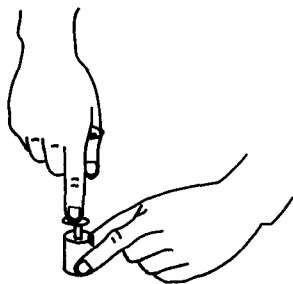

图 1-4 橡皮塞的钻孔
(2) 塞子的保护:为了使塞子紧密、耐久和增强耐腐蚀性能,可采用下面两种方法将塞子进行处理。① 将软木塞先在 3 份皮胶、5 份甘油和 100 份水的溶液中浸泡 15~20 min,溶液的温度应保持在  $50^{\circ}\text{C}$ 。取出干燥后,再用 25 份凡士林和 75 份石蜡的熔融混合物浸泡几分钟。② 将橡皮塞放在温度为  $100^{\circ}\text{C}$  的熔化石蜡中浸泡 1 min。若用来通有腐蚀性气体(如氯气)的橡皮管也应这样处理。
(3) 塞子的钻孔和装配:在装配仪器时,常需在塞子中插入温度计或其他玻璃管,这就需要在塞子上钻孔。钻孔的大小应保证使温度计或管子能够插入,并且又不会漏气。软木塞钻孔时,打孔器的外径应略小于所装管子的口径。钻孔时,打孔器要垂直均匀地从塞子的小端旋转钻入(图 1-4),避免把孔眼打斜。当钻至塞子的  $1/2$  时,旋出打孔器,捅出其中的塞芯,再从塞子的大端对准原钻孔位置把孔钻透。若用钻孔机,要把钻头对准塞子小端的适当位置,摇动手轮,直至钻透为止,然后再反向转动,退出钻头。在给橡皮塞钻孔时,钻孔器应刚好能套在要插入橡皮